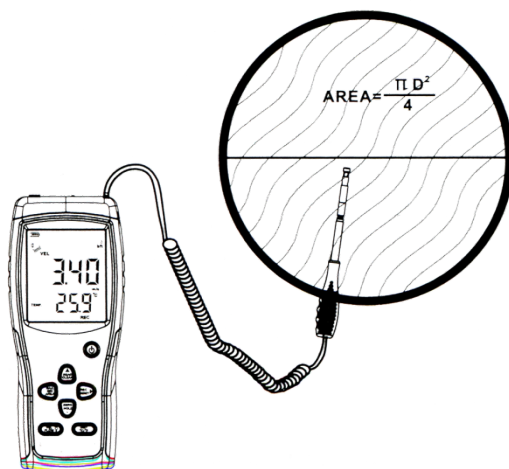

Рис. 6
- Расположите датчик напротив отверстия для измерения. См. рис. 6: